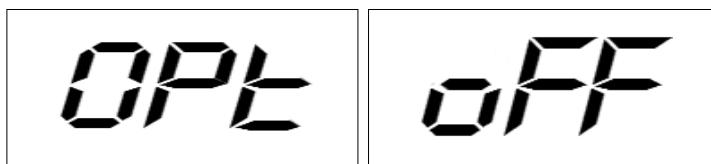
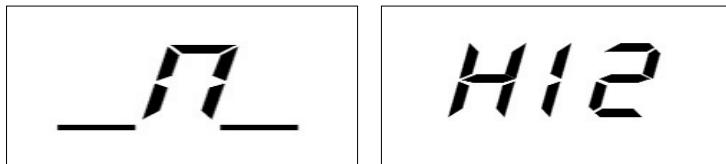

Figura F5.2 O programa de otimização não está disponível
Figura F5.3 - Marcação no pneu do bocal
- Se o desequilíbrio estático do pneu for inferior a 12 gramas, a tela exibirá a mensagem mostrada na Figura F5.2 por um segundo e, em seguida, sairá automaticamente do processo de otimização. Se o desequilíbrio estático do pneu for igual ou superior a 12 gramas, a tela exibirá as informações mostradas na Figura F5.3;
- 7) Depois de parar, a mensagem exibida na tela é mostrada na Figura F5.3. Existem duas opções disponíveis: